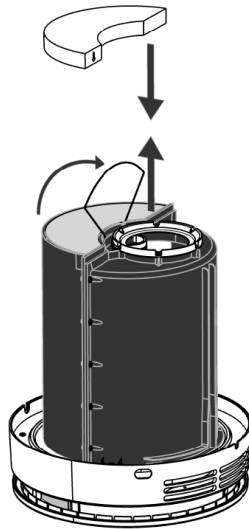

Abbildung 24 - Äußeren Filter wechseln
5. Den Metallbügel öffnen, der den äußeren Filter in Position hält, siehe Abbildung 24.